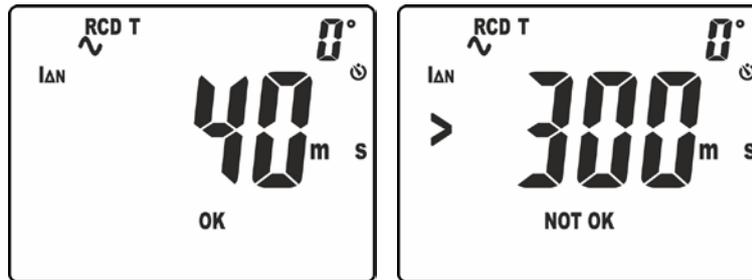

Fig. 35: Tempo de disparo no modo manual em  $I_{\Delta n}$
10.O resultado correto da medição é apresentado no display (ver Fig. 35 – parte esquerda) com indicação “OK”
11.O resultado da medição incorreto é apresentado no display (ver Fig. 35 – parte direita) com indicação “NÃO OK”. Um curto som contínuo é emitido pelo instrumento